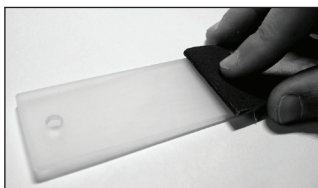

Fig.: 2a
2.1.3.A continuación se rasca el metacrilato por las dos caras y por los laterales. NO debe haber superficies que reflejen nada. Fig. 2a